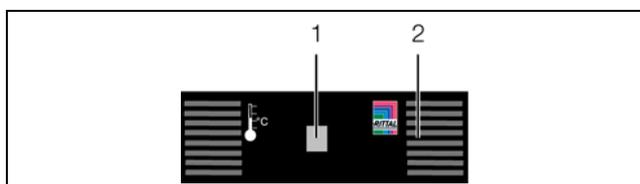

Рис. 7: Передняя сторона датчика температуры
- Подключите внешний сенсор температуры спереди ко входу датчика температуры (рис. 7, поз. 1).